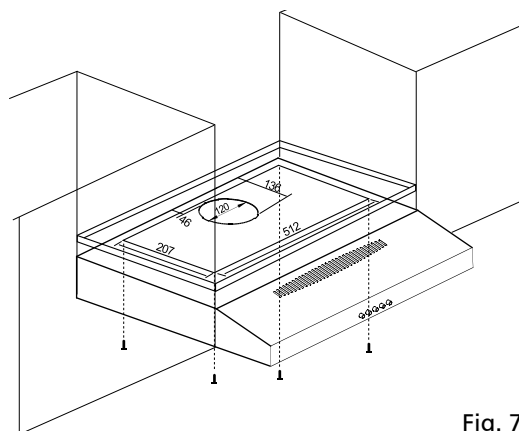

Fig. 7
Si utiliza la abertura superior (A) para la salida de humos a través de un gabinete de pared; antes de fijar la campana al gabinete, perforo un agujero de 125 mm de diámetro en el gabinete (Fig. 7). En cualquier caso, revise la posición de la toma de corriente y considere por dónde pasará el cordón de alimentación eléctrica, ya que podría ser necesario hacer un agujero en el gabinete de la cocina para acomodarlo.
Taladre 4 agujeros en el gabinete, respetando la distancia indicada en la Fig. 7. Empuje la campana contra el gabinete de pared e inserte los 4 tornillos desde el interior del gabinete (los 4 tornillos no se incluyen).
Taladre 4 agujeros en el gabinete de pared, respetando la distancia indicada en la Fig. 7.